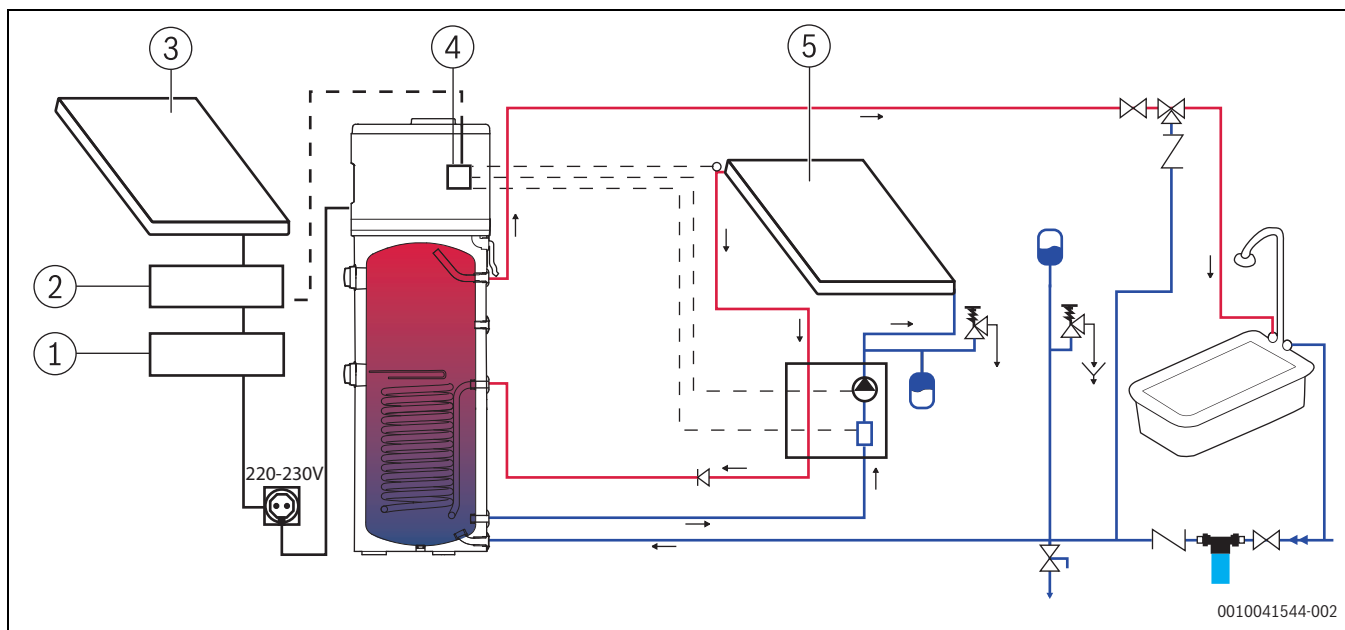
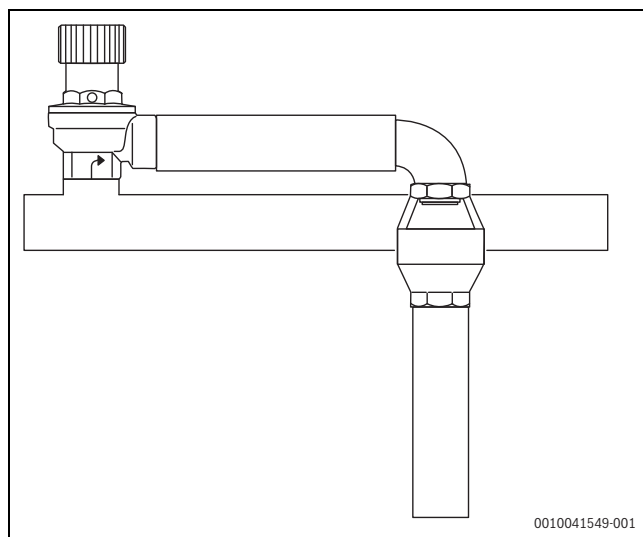

Bild 34
Bild 35 Auffangbehälter
In der Kaltwasserzuleitung muss ein 8 bar-Sicherheitsventil montiert sein (Abb. 34, Tabelle Tab. 13 "Symbolerklärung"). Zwischen Sicherheitsventil und Speicherbehälter dürfen sich keine Absperrventile und Entnahmearmaturen befinden.
**i** Das Ablaufrohr muss am Sicherheitsventil mit kontinuierlicher Abwärtsneigung installiert sein. Die Installation muss an einer frostgeschützten Stelle erfolgen (Abb. 34, Tab. 13 "Symbolerklärung"). Die Montage eines Auffangbehälters ist zwingend vorgeschrieben (Abb. 35)